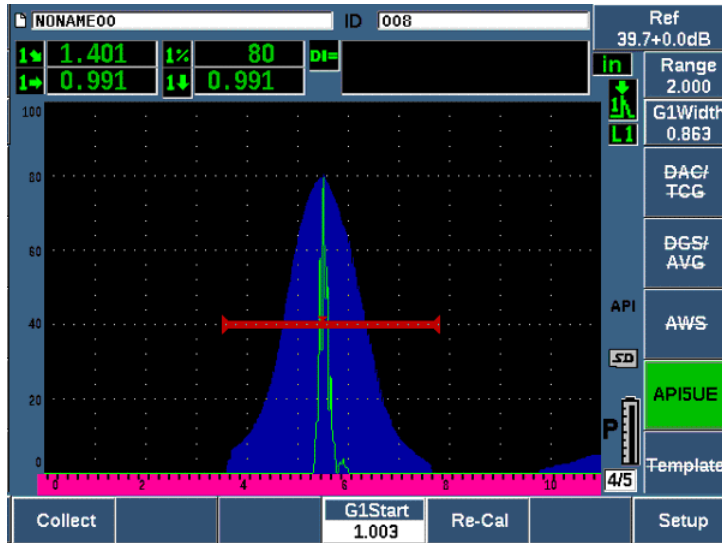

Figura 11-23 Dati di taratura in modalità di acquisizione (Raccogl.)
La lettera **P** viene visualizzata nella parte destra della schermata dell'A-scan in tempo reale (vedere Figura 11-23 a pagina 293).
5. Premere **Raccogl.** (Collect) [tasto P1] per acquisire i dati  $A_{max}$ ,  $T_1$  e  $T_2$  dell'involucro (vedere Figura 11-23 a pagina 293).